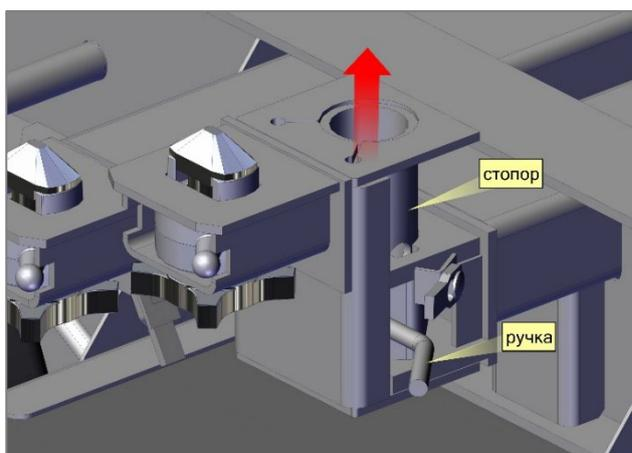

Рис. 45.1. Подвижная часть стопора
- повернуть ручку на себя и поднять вверх подвижную часть стопора, как показано на рис. 45.1.